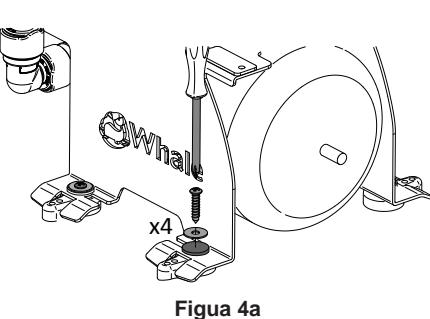
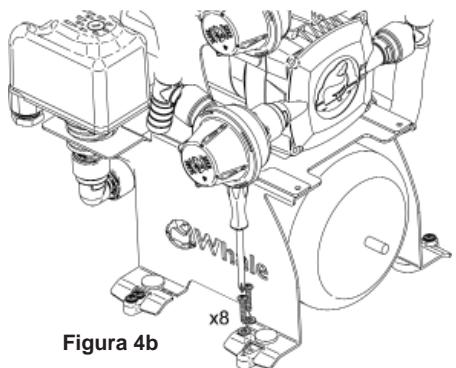

Figura 4a
Figura 4b
Passo 3 Usare viti e rondelle di acciaio inox per fissare il kit a una superficie solida. Quattro viti e rondelle possono essere usate attraverso il centro dei piedi (vedere figura 4a) o 8 viti e rondelle come illustrato nella figura 4b.
Figura 4a and 4b Fissaggio del kit